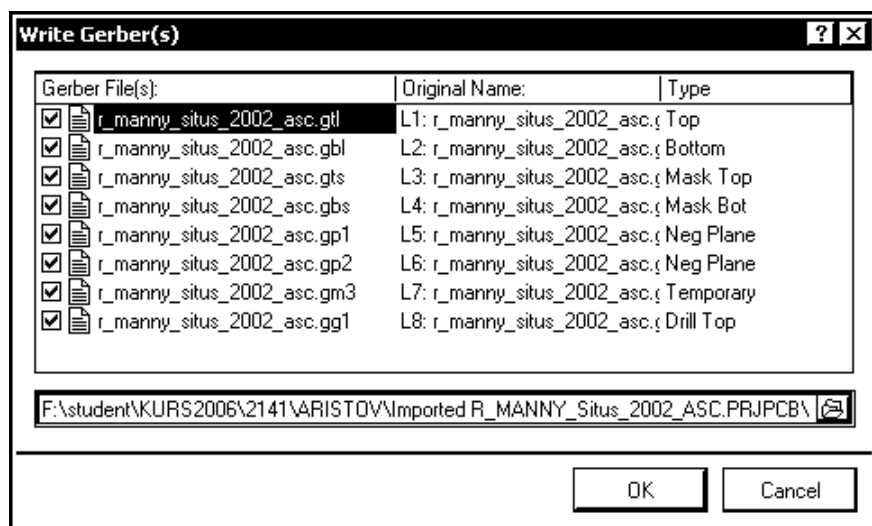

Рис. 13.16. Сводка фотошаблонов для вывода на фотоплоттер
Щелчком на кнопке **OK** завершить настройку формата выходных данных. Открывается окно **Write Gerber(s)** (Записать Gerber-файлы), (рис. 13.16). В центральном поле окна располагается список всех Gerber-файлов, подготовленных к экспорту. Редактирование записей в этом списке невозможно.
- ☐ В нижней части окна (рис. 13.16) расположено поле, в котором указывается путь для экспорта. Путь можно ввести непосредственно с клавиатуры либо выбрать в дереве файловой структуры компьютера, разворачиваемом по щелчку мышью на кнопке, расположенной справа.